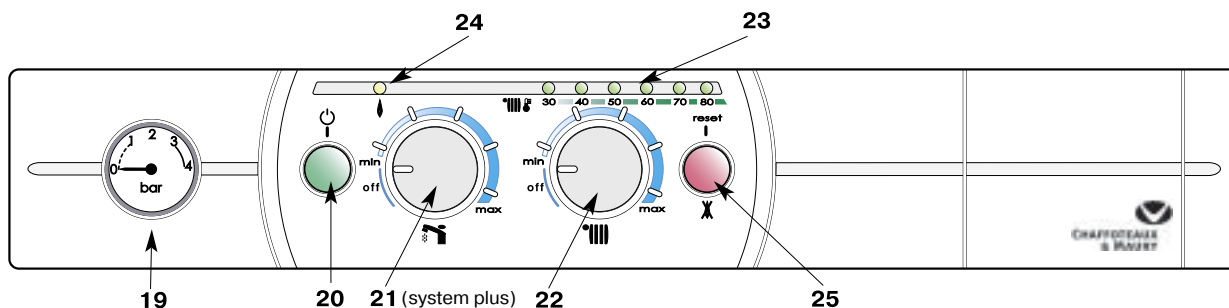

Рис. 20
### Панель управления (рис. 20)
- Установите ручки **21** и **22** в положение “**off**” и оставьте кнопку **20** (рис. 20) включенной. Будет работать функция предотвращения замерзания.